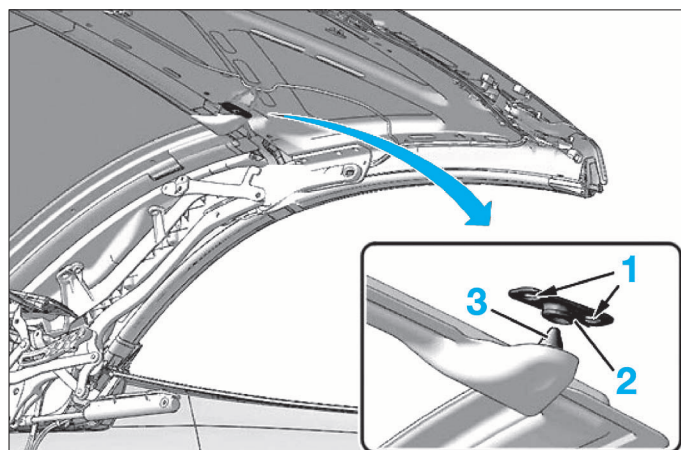

FIG. 103
- Desserrer sans déposer, les vis de fixation (1) (Fig.103).
- Déposer les cales de réglage de la platine de centrage (2) sur le toit.
- Positionner les cales de réglage de la platine de centrage (2) pour avoir un jeu 0 entre la platine de centrage (2) et le doigt de centrage (3) .
- Serrer les vis de fixation (1).
- Contrôler la présence d'une feutrine sur le doigt (3) de centrage de lunette/toit.